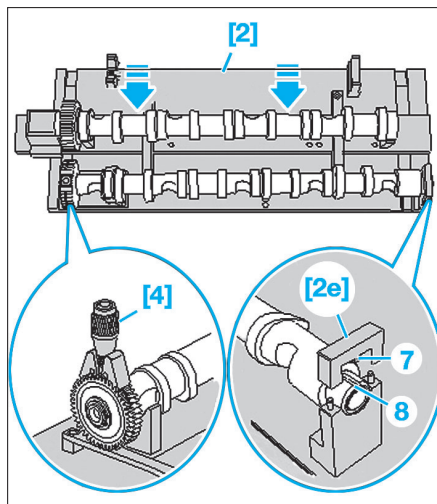

FIG. 134
- [4]. Outil de serrage pour arbre à cames à denture droite ref. T10096/1 (Fig.134).
- Bloquer l'arbre à cames d'échappement avec le palier [2e] (Fig.134).